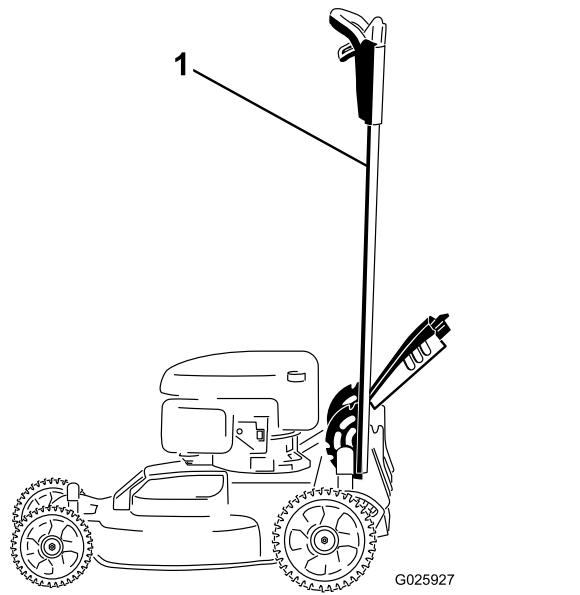

Figure 37
- Bloquez le guidon en position verticale (Figure 37) ; voir Réglage de la hauteur du guidon (page 12).